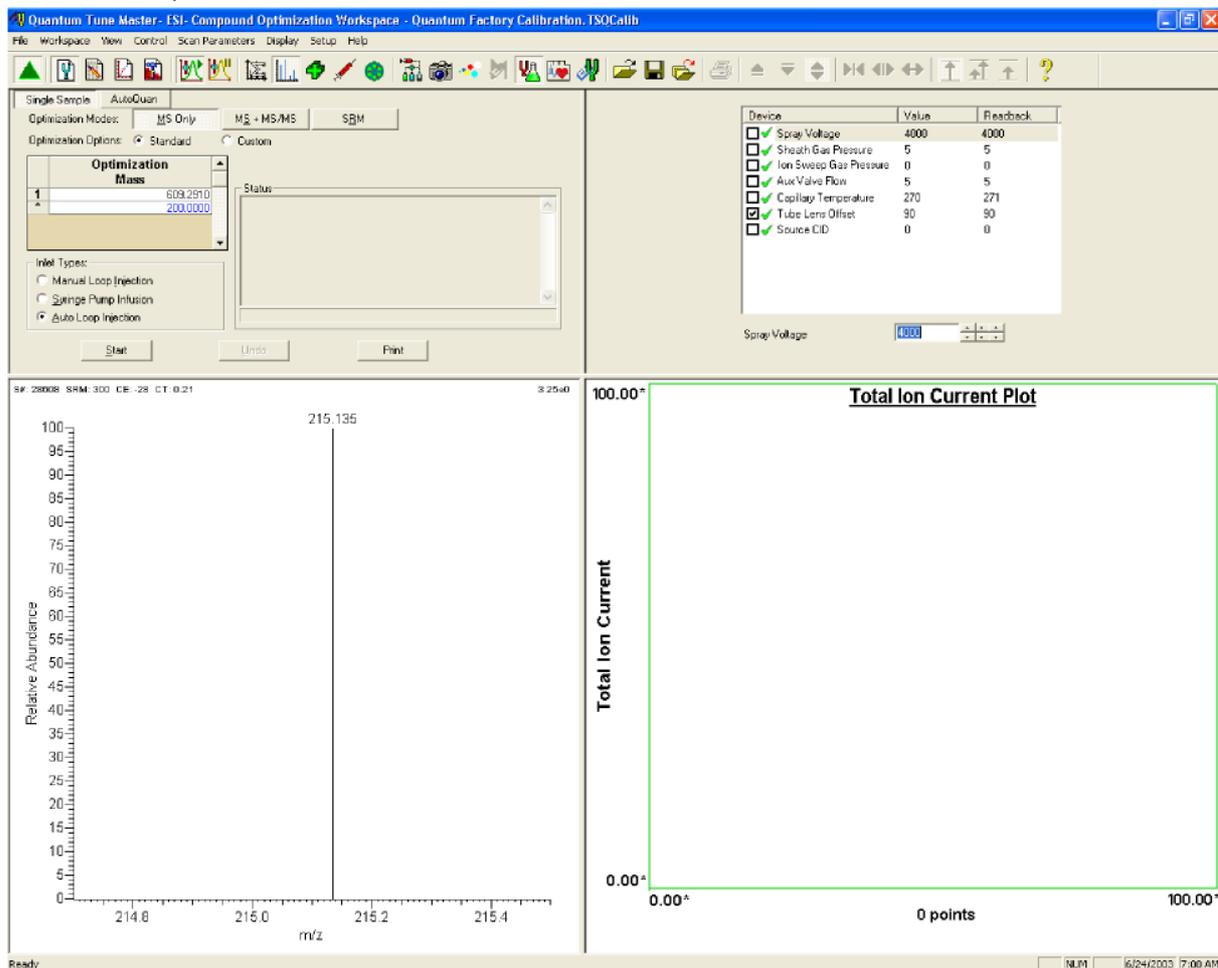

图 2-3. 化合物优化工作区域，图中显示当前质谱仪处于 ESI 模式
2. 在使用ESI源进行样品分析之前，一定要将Tune Master置于ESI源模式。当前离子源的模式显示在标题栏上，如图2-3所示。选择**Setup > Change Ion Source > ESI**，将Tune Master置于ESI源模式下。
3. 在Control / Scan 模式工具栏上点击Compound Optimization Workspace按钮，显示该化合物优化工作区域，如图2-3。